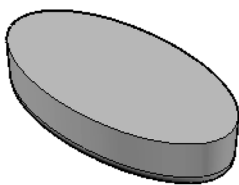

图 10-13 原始实体模型
- 1) 打开本书配套光盘中的“抽壳.dwg”文件。该文件中存在的实体模型如图 10-13 所示。